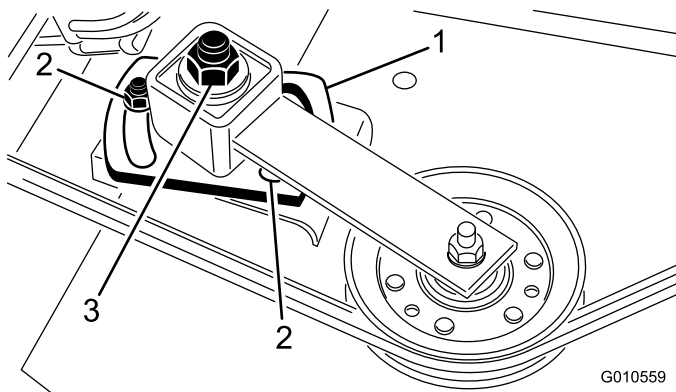

Bild 30
5. Ziehen Sie die Einstellmutter der Spannscheibe mit einem Sechskantschlüssel oder Drehmomentschlüssel auf 47-54 N-m an (Bild 30).